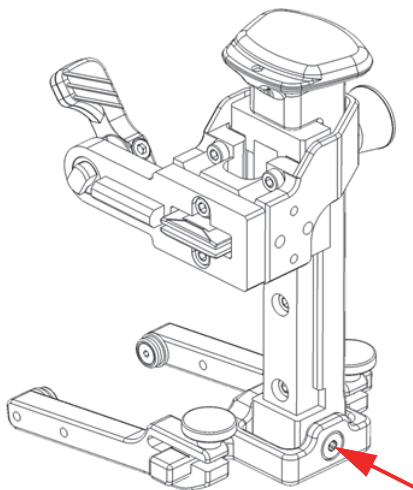

Figura 2-25 Recolocando o parafuso
7. Reinstale o parafuso na viga articulada do garfo (Figura 2-25 na página 54).